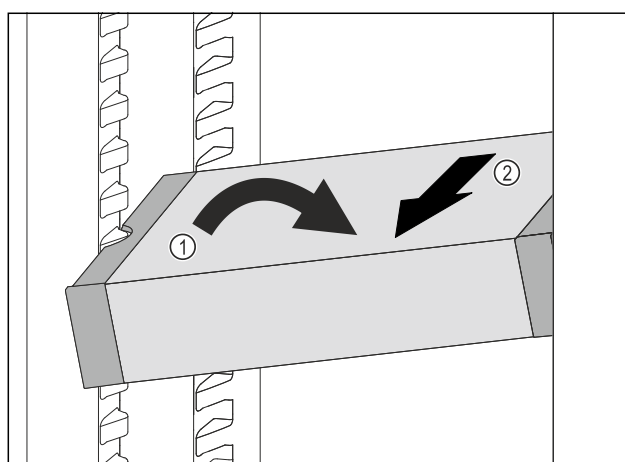

Fig. 55
- ▶ Stil VarioSafe på skrå ind i kølesektionen. Fig. 55 (1)
- ▶ Tag VarioSafe ud fremefter. Fig. 55 (2)